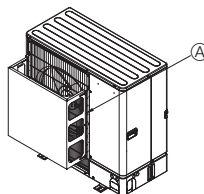

Fig. 2-5
② Ja iekārta ir uzstādīta vietā, kur gaisa izplūdes atverē var iekļūt spēcīgs vējš, ko izraisa viesuļvētra utt., aprīkojiet iekārtu ar izvēles gaisa vadotni. (Fig. 2-5)